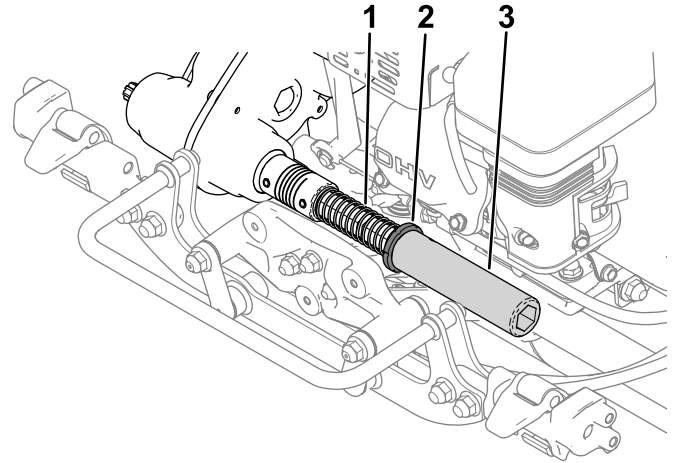

Figura 9
2. Montai arcul, colierul și tubul hexagonal pe arborele elementului de cuplaj al transmisiei (Figura 9).